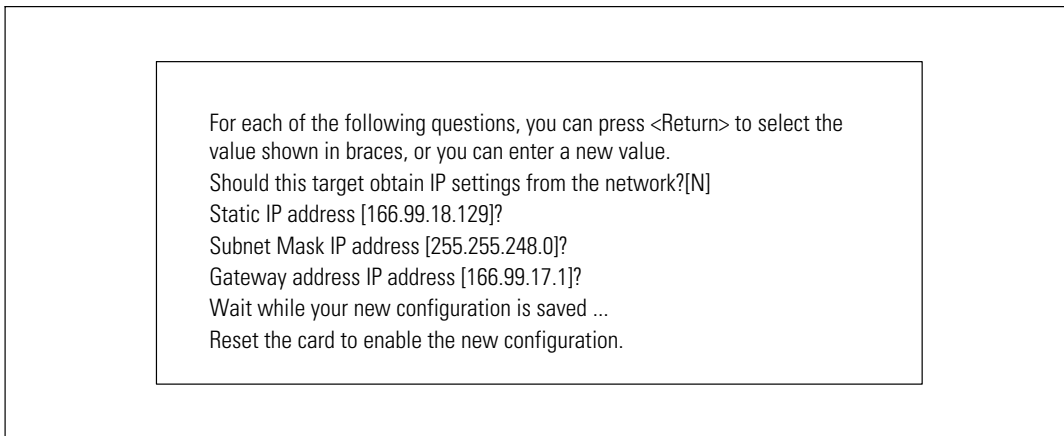

Figura 42. Modificación de la configuración de red
- **Modify Network settings:** Para modificar los parámetros existentes de la red (consulte la Figura 42). Reinicie la tarjeta para activar los nuevos parámetros. En modo DHCP, la tarjeta puede recibir los siguientes parámetros, de acuerdo con la configuración del servidor DHCP: